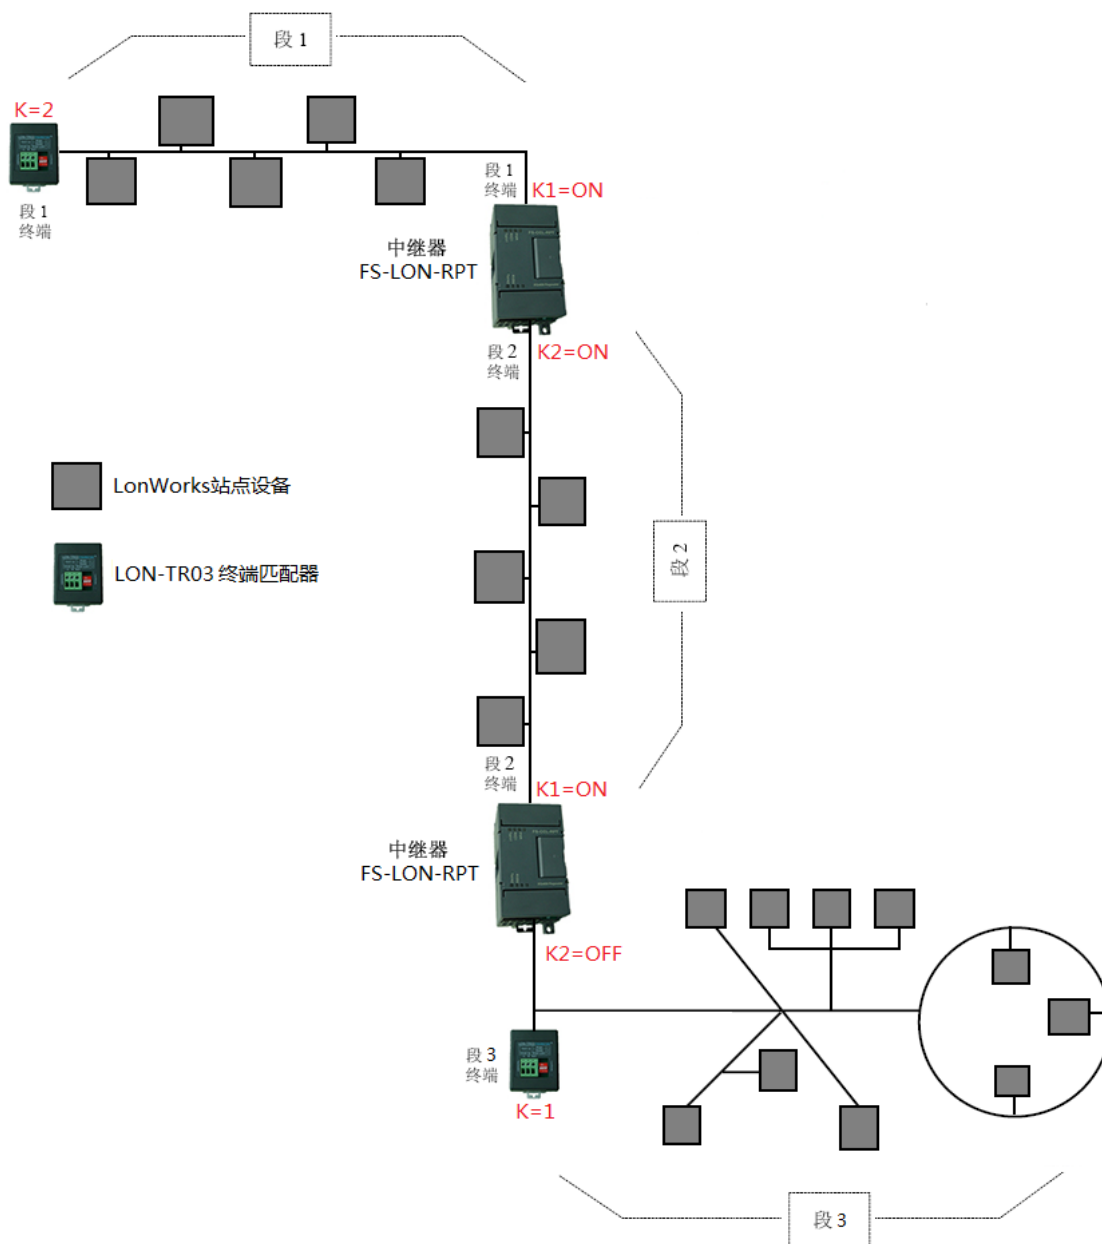

图 6-1 作为中继器使用增加通讯距离和站点数量
- 当总线长度超过规定长度或站点数量超过规定数量时，用中继器来放大信号延长通讯距离和增加站点数量。在图 6-1 中，段 1 和段 2 是双终端总线拓扑，允许最大电缆长度为 2700 米，最多